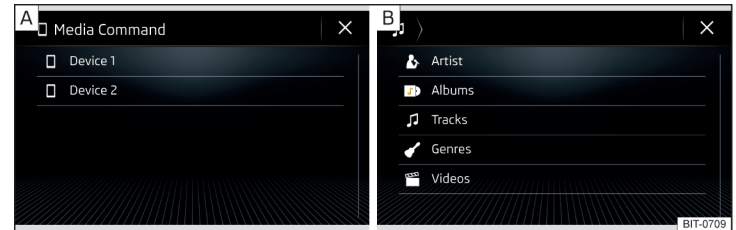

Abb. 188 Quelle auswählen / Kategorie auswählen
- Zur **Auswahl der Wiedergabequelle** im Hauptmenü die Funktionsfläche **📶** antippen und das Quell-Tablet wählen » Abb. 188 - A.
- Zur **Wiedergabe** die Kategorie » Abb. 188 - B und anschließend den Titel auswählen.